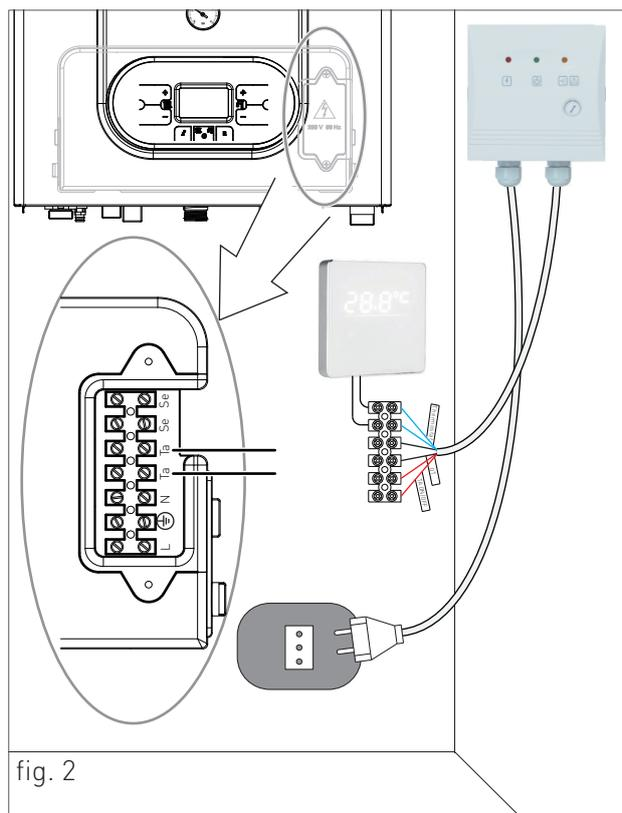

fig. 2
Affinché il Ricevitore funzioni da Controllo Remoto tramite il protocollo Open Therm collegare i cavi etichettati "OT" sui contatti Ta-Ta della morsettiera che si trova all'interno del pannello comandi della caldaia (vedi fig.2).
Collegare i due contatti del Trasmettitore ai cavi etichettati "Thermostat" del Ricevitore (vedi fig.2).
Collegare la spina della corrente ad una presa di alimentazione (vedi fig.2).
3. Premere su 'Aggiungi dispositivo' (vedi fig.2);
#### ICONE DISPLAY (VEDI FIG.2)